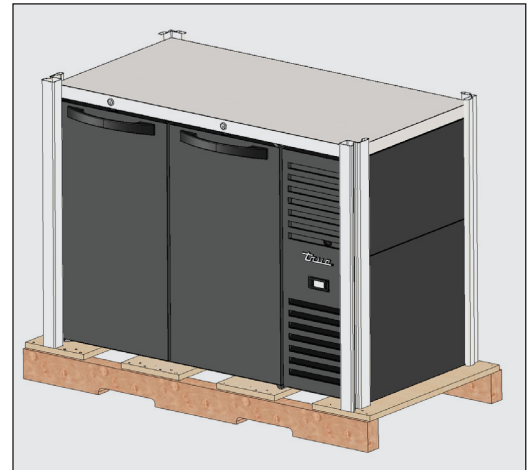

Abb. 1. Entfernen der Außenverpackung.
1. Äußere Verpackung entfernen (Karton und Luftpolster oder Styropor-Ecken und Kunststoffolie). Siehe Abb. 1. Auf verborgene Schäden überprüfen. Auch hier gilt: Bei Feststellung eines Schadens bitte umgehend eine Schadensmeldung beim Transportunternehmen einreichen.